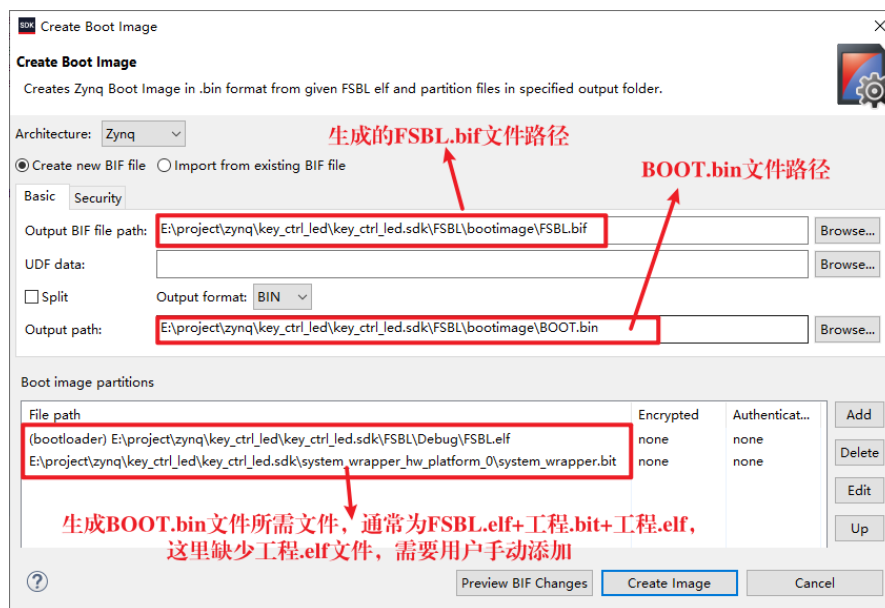
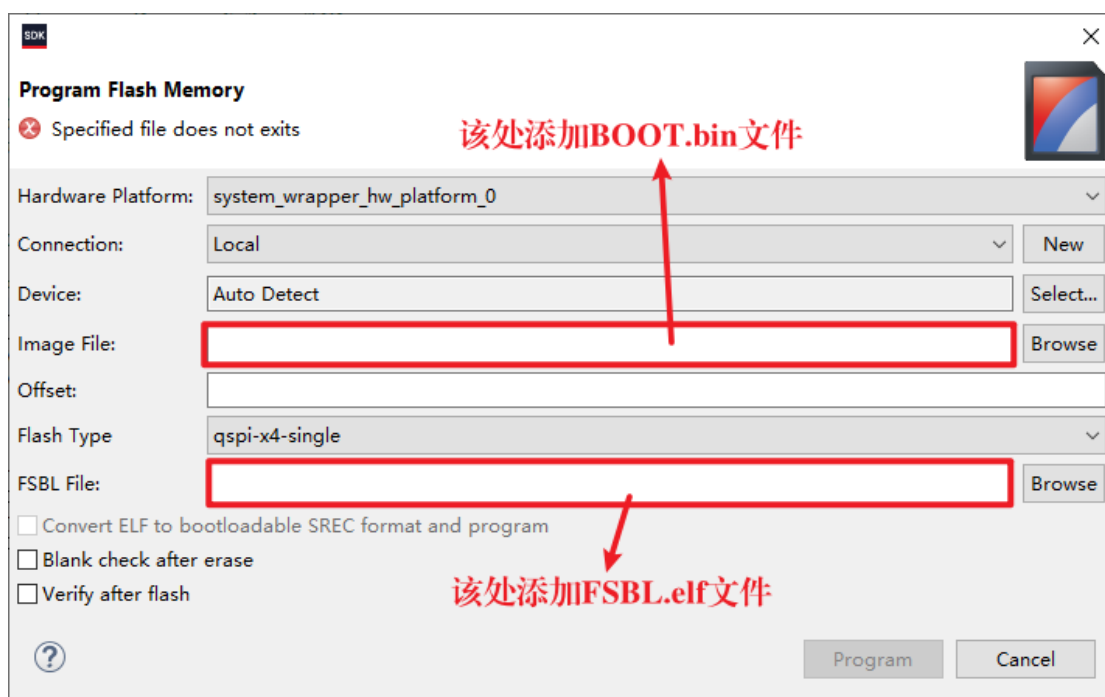

图 1-29 生成 bin 文件
图 1-40 选择文件
打开后的界面如图 1-29 所示，有时软件会因为找不到路径而需要用户手动寻找。从图 1-29 可以看到该操作会生成一个 BOOT.bin 文件和 FSBL.bif 文件。FSBL.bif 文件由于本次设计不会用到所以暂不介绍，BOOT.bin 文件便是第一阶段的引导程序 FSBL 所需要用到的代码，其路径如图 1-29 所示。在前面固化理论中我们有说到，BOOT.bin 文件的组成为 FSBL.elf+原工程.bit+原工程.elf。从图 1-29 的 File path 中我们可以清楚的看到此时软件已经帮我们添加好了其中两个文件，我们还需要手动添加工程.elf 文件。
当界面最下方的 Console 栏出现该提示时，代表 BOOT.bin 文件生成成功。接着打开文件夹，按照图 1-29 的生成路径，我们可以看到生成的该文件。
(2) 接下来会进入如图 1-40 所示界面，我们需要在方框中分别选中生成的 BOOT.bin 文件和 FSBL.elf 文件（对应本次工程的 UART.elf 文件）。相关文件路径可以参考图 1-29。